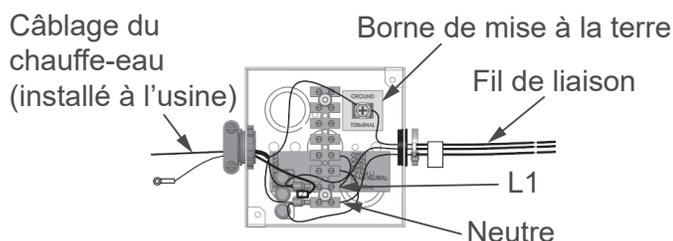

Figure 69. Raccordements d'alimentation électrique
Le fil de phase (« chaud ») de 120 V c.a. provenant de l'alimentation électrique se raccorde au fil volant noir ou à la borne « L1 » dans la boîte de jonction et le fil de neutre 120 V c.a. se raccorde au fil blanc ou à la borne « Neutre » dans la boîte de jonction pour assurer une polarité correcte. Voir **Figure 69**.
autour du serre-fils et de l'extrémité du fil. Voir la boîte de jonction à la **Figure 69** et les schémas de câblage aux **Figure 85**, **Figure 86** et **Figure 87** (page 102).
- Raccorder le fil de neutre 120 V c.a. provenant de l'alimentation électrique au fil volant blanc ou à la borne « Neutre » dans la boîte de jonction située sur le dessus du chauffe-eau. Si le fil blanc est utilisé, faire le raccordement à l'intérieur de la boîte de jonction avec un serre-fils de bonne dimension et enrouler du ruban isolant autour du serre-fils et de l'extrémité du fil. Voir la boîte de jonction à la **Figure 69** et les schémas de câblage aux **Figure 85**, **Figure 86** et **Figure 87** (page 104).
- Raccorder le fil de neutre provenant de l'alimentation électrique au fil volant vert ou à la borne de terre dans la boîte de jonction située sur le dessus du chauffe-eau. Si le fil volant vert est utilisé, faire le raccordement à l'intérieur de la boîte de jonction avec un serre-fils de bonne dimension et enrouler du ruban isolant autour du serre-fils et de l'extrémité du fil. Voir la boîte de jonction à la **Figure 69** et les schémas de câblage aux **Figure 85**, **Figure 86** et **Figure 87** (page 104).